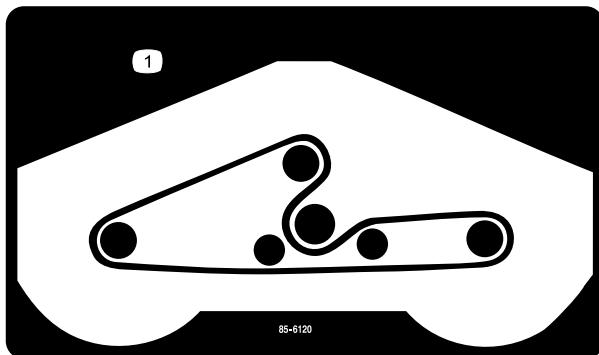

Figure 24
- Acheminez la courroie neuve autour des poulies d'axe et de l'ensemble poulie de tension, comme indiqué à la Figure 24.